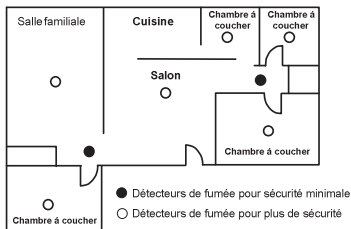

Figure 2 : Emplacements des détecteurs de fumée d'une résidence à un seul étage ayant plusieurs chambres
- ◆ Installer un détecteur de fumée et de chaleur à chaque étage de maison ou appartement à plusieurs étages, comme indiqué en figure 2.